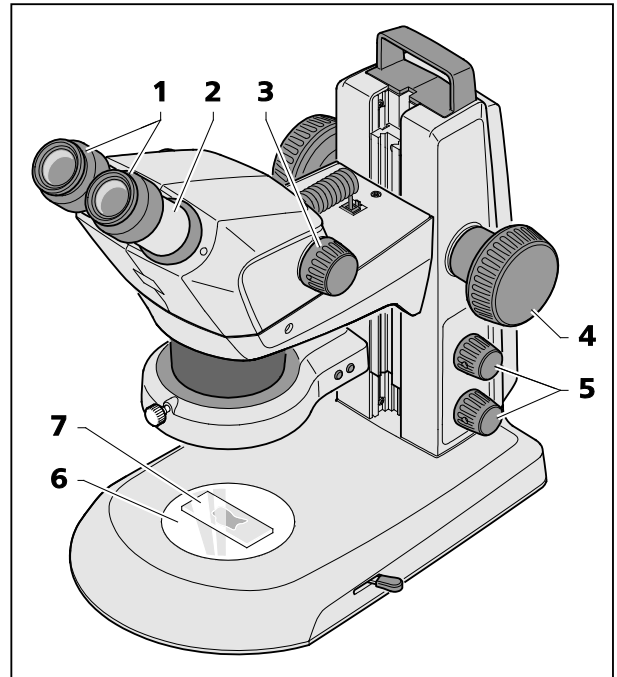

Fig. 18 Ajustar o estereomicroscópio
1. Colocar o objeto (amostra) (Fig. 18/7) no centro da placa de vidro ou de material sintético (Fig. 18/6) e iluminá-lo (Fig. 18/5).
2. Repor a compensação de dioptrias nas oculares reguláveis (Fig. 18/1) a "0".
3. Regular a distância interocular individual, deslocando lateralmente os tubos oculares (Fig. 18/2), até que, mirando pelas oculares com os dois olhos, se veja **um** só círculo luminoso sem cortes (campo objeto).
4. Regular, em primeiro lugar, o aumento mínimo do zoom (Fig. 18/3).
5. Focalizar um pequeno detalhe característico no centro da imagem do objeto (Fig. 18/4).
6. Regular o valor máximo do zoom (Fig. 18/3). Devido ao aumento, o detalhe característico tornar-se-á provavelmente desfocado, já não encontrando-se no centro da imagem.
7. Focalizar o objeto, depois localizar de novo o detalhe, deslocando o objeto, e tornar a focalizá-lo exatamente (Fig. 18/4).
8. A seguir, tornar a regular o valor mínimo do zoom e corrigir as desfocagens eventualmente existentes, em separado para cada um dos olhos, mediante a compensação de dioptrias **nas oculares reguláveis** (não no botão de focalização, Fig. 18/4) (compensação do defeito visual).